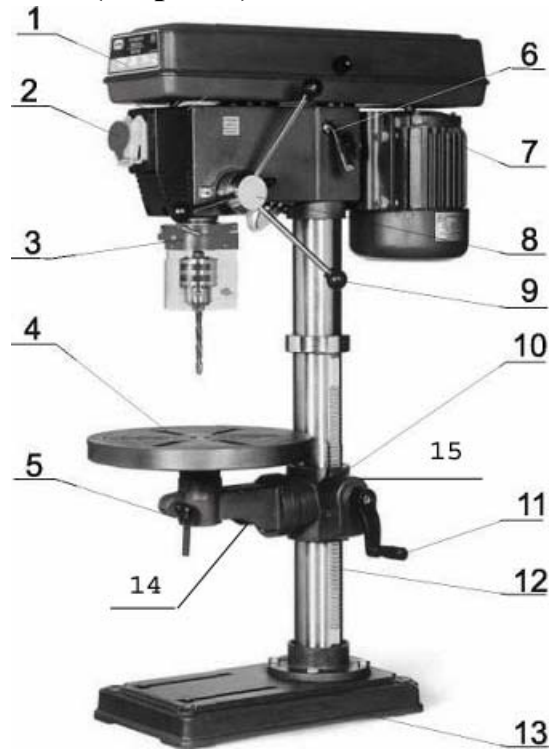

Рисунок 3.
**3.3 Основные узлы и детали оборудования. (см рис.3)**